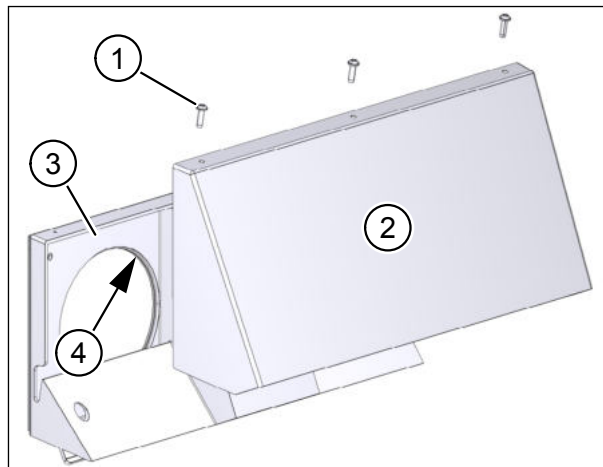

Abb. 6: Abdeckung entfernen
- ▶ Entfernen Sie die 3 Kreuzschlitzschrauben 3,5 x 16 (Pos. 1 in Abb. 6) an der Oberseite des Fassadenabschlusses.
- ▶ Schieben Sie die Abdeckung (Pos. 2 in Abb. 6) ca. 10 mm nach oben. Heben Sie die Abdeckung von der Grundplatte (Pos. 3 in Abb. 6) nach vorne ab.
- ▶ Streichen Sie die beiden 4 mm breiten Dichtflächen (Pos. 4 in Abb. 6) an der Innenseite vollständig mit Vaseline ein.